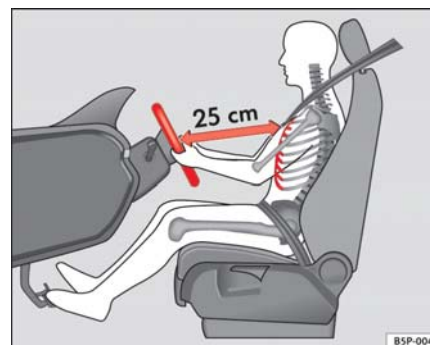

Fig. 112 Posición correcta del conductor
- Ajuste el volante hasta alcanzar la posición deseada ⇒ fig. 112.
- Ajuste el asiento del conductor o el volante de modo que quede una distancia mínima de 25 cm entre el volante y el tórax ⇒ página 154, fig. 112. ¡Si no respeta la distancia mínima, el airbag no le protegerá adecuadamente y corre peligro de muerte!